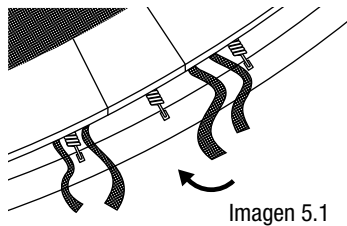

Imagen 5.1
- a) Coloque el acolchado del marco (2) sobre el trampolín con las indicaciones de precaución hacia arriba, de modo que los resortes y el marco de acero queden cubiertos. Asegúrese de que el acolchado del marco cubra todas las piezas de metal. Tienda los tirantes elásticos (imagen 5.1) de modo que, cada dos tirantes, uno sea pasado por una pata de empalme.